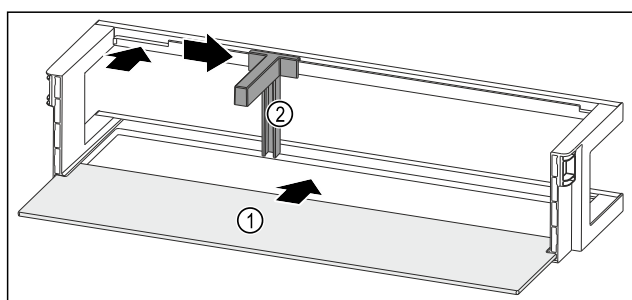

Fig. 245 Durvju plaukts ar plauktu
- Iebīdiet plauktu Fig. 245 (1) sānu padziļinājumos.
- Ievietojiet pudeļu turētāju Fig. 245 (2) padziļinājumā.
- Pabīdīdiet pudeļu turētāju Fig. 245 (2) vajadzīgajā pozīcijā uz sānu.